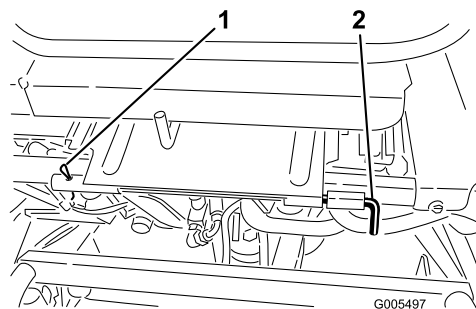

Figura 34
3. Baixe o banco e retire o contrapino que prende a haste de articulação do banco à estrutura (Figura 34).